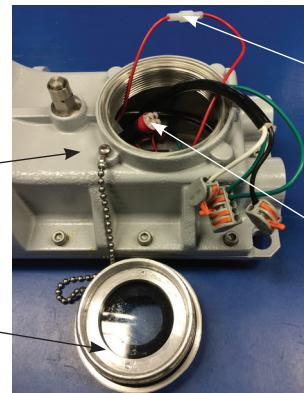
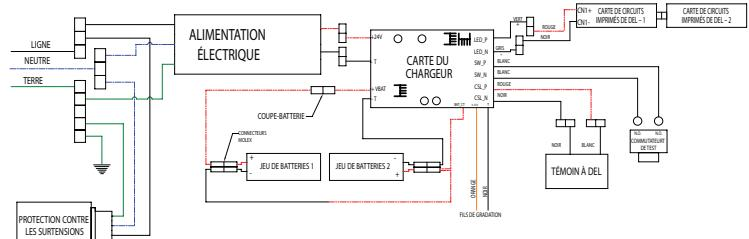

Figure 7
Figure 9
1. Dévisser le couvercle d'accès au câblage (voir la figure 7) et le laisser pendre au bout du cordon. Tous les composants du luminaire d'urgence sont précâblés, de sorte qu'il ne reste qu'à brancher l'alimentation aux fils (ou aux bornes) en suivant le schéma de câblage (voir la figure 9) et en respectant les méthodes conformes à tous les codes inutilisés. Raccorder d'abord le conducteur de mise à la terre (vert) de l'équipement, puis le courant (blanc) et la tension composée (noir). Serrer tous les raccordements électriques. Remarque – Les ouvertures standard NPT sont de 1,9 cm (3/4 po).
2. En cas d'utilisation de la fonction de gradation du circuit de commande du chargeur : le boîtier du circuit de commande doit être retiré. N'utiliser que des commandes d'éclairage de 0-10 V c.c. homologuées. S'assurer que les commandes sont approuvées pour les zones dangereuses dans lesquelles elles sont installées. Suivre les directives d'installation du fabricant et les méthodes de câblage pertinentes conformes au NEC et au CCE. S'assurer que le contrôle d'éclairage et l'appareil DEL sont débranchés. Raccorder les câbles de signaux de commande du gradateur en suivant la figure 9. Identifier les câbles d'entrée des signaux de commande du gradateur (orange et noir). Utiliser un fil approuvé pour une température minimale de 75 °C à une température ambiante ne dépassant pas 40 °C. Brancher le câble positif de l'unité de commande d'éclairage au câble orange. Brancher ensuite le câble négatif de l'unité de commande d'éclairage au câble noir du circuit de commande du chargeur. Retirer le cavalier de commande optionnelle de la carte de commande du chargeur (consulter les directives de remplacement de la batterie). Si la tension de commande de la gradation est trop faible, les DEL pourraient vaciller. Si c'est le cas, augmenter la valeur minimale de la tension de gradation analogique.
5. Pour le câblage, se reporter au schéma. Chaque jack d'entrée ne peut accueillir que trois (3) conducteurs au plus.
1. Vérifier s'il y a suffisamment de lubrifiant HTL sur les entrées de conduits (un cordon d'environ 1/8 po autour du premier filet est recommandé) et si toutes les entrées inutilisées du boîtier du circuit de commande sont fermées avec des bouchons lubrifiés (voir la figure 9).
2. Vérifier que le conduit est installé sur au moins cinq (5) filets complets dans les entrées du conduit du circuit de commande.